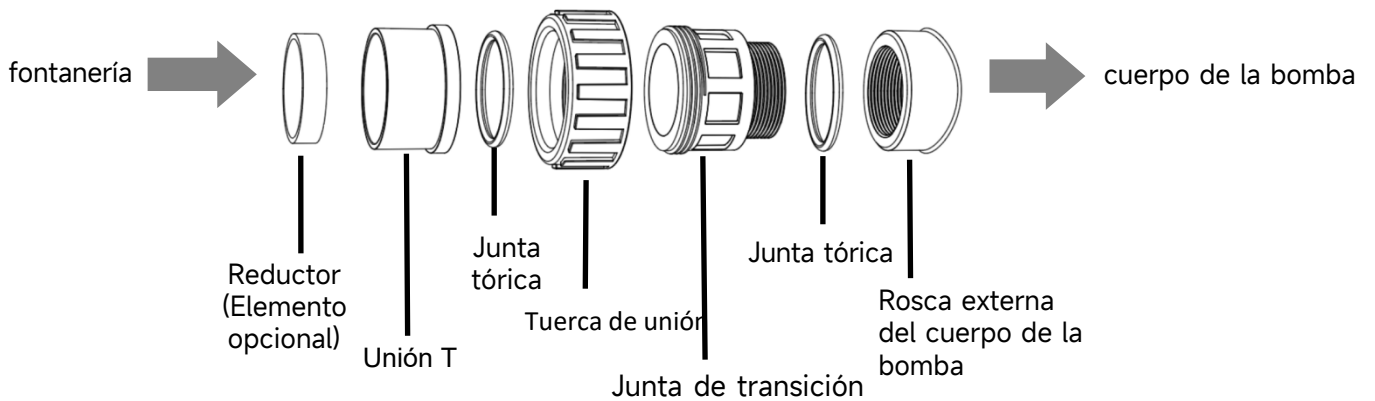

Figura 3 - Kit de unión
- 3) Utilice el KIT DE UNIÓN suministrado por el fabricante de la bomba (consulte la Figura 3). No utilice otros accesorios para conectar la entrada/salida de la bomba, ya que podrían dañar el cuerpo de la bomba.